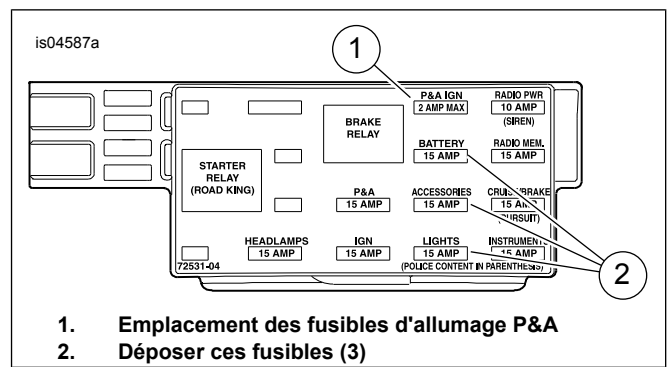

Figure 13. Cavité de fusible d'allumage P&A (modèles Touring de 2004 à 2007)
- Modèles de 2004 à 2007** : Voir Figure 13. Repérer la cavité de fusible marquée « P&A IGN », « 2 AMP MAX » (1). Retirer les trois fusibles (2) présentement en place dans cette rangée, tout en notant leur emplacement.
- Prendre le fil adaptateur orange/blanc (17) du bloc fusibles dans le kit. Bien noter la borne à chaque extrémité (voir Figure 13, **vue supérieure**). Seule la borne **AVEC les languettes à ressort** convient à la cavité de fusible. Couper avec soin la borne **SANS** les languettes à ressort du fil et la jeter.